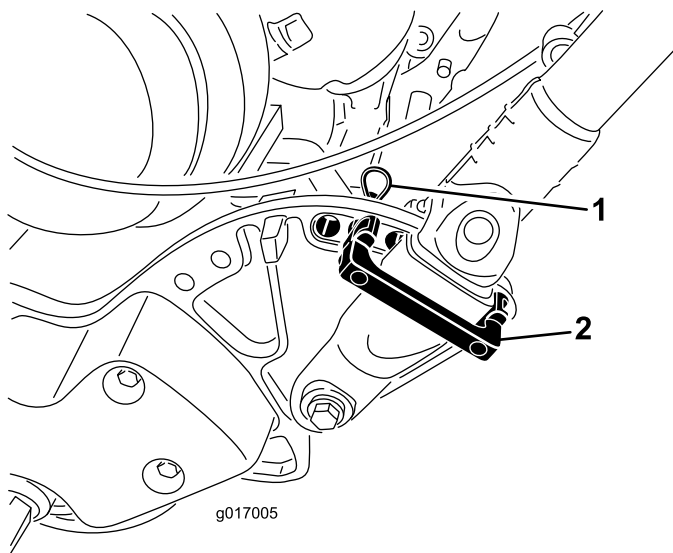

図 27
1. 機体左右のハンドルリテーナからヘアピンコッターを抜き取る 図 27。
2. ハンドルを支えながら、左右のヘアピンコッターを抜き、ハンドルを希望の位置にセットする 図 27。